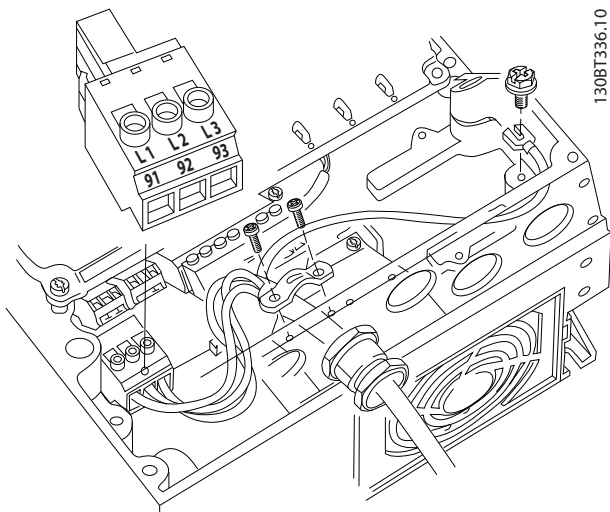

图 2.18 连接到交流主电源
- 将三相交流输入功率线路连接至端子 L1、L2、L3（请参阅 图 2.18）。